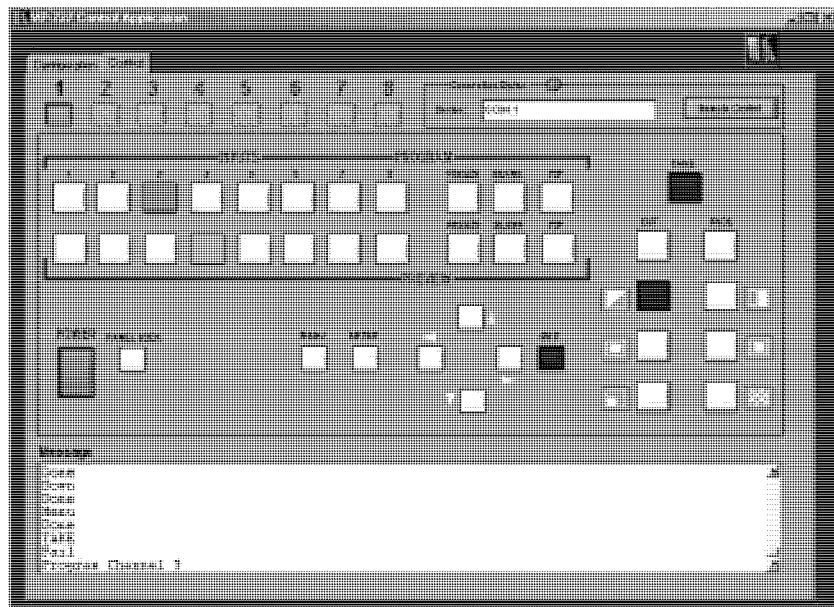

Рис. 24. Вкладка управления программы VP-727 Control Application
- В программе VP-727 *Control Application* выберите вкладку *Control*. Появится окно управления прибором (рис. 24).